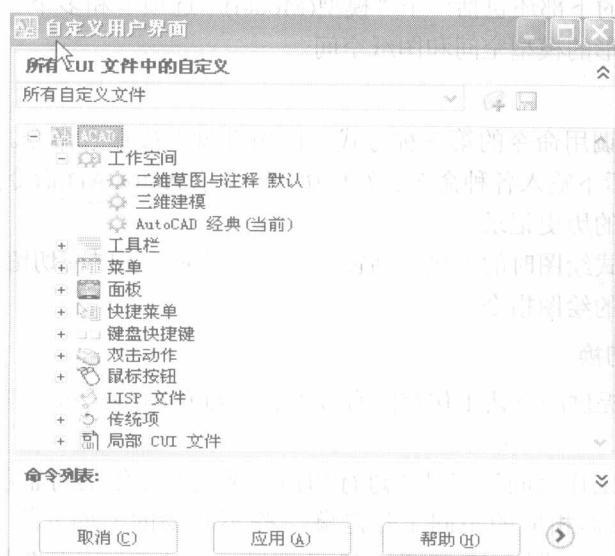

图 1-17 “自定义用户界面”对话框
(1) 选择【视图】→【工具栏】选项，弹出如图 1-17 所示的“自定义用户界面”对话框，单击“工具栏”文件夹，可打开所有工具栏进行选取。
(2) 在任意工具栏内单击右键，打开快捷菜单进行勾选。